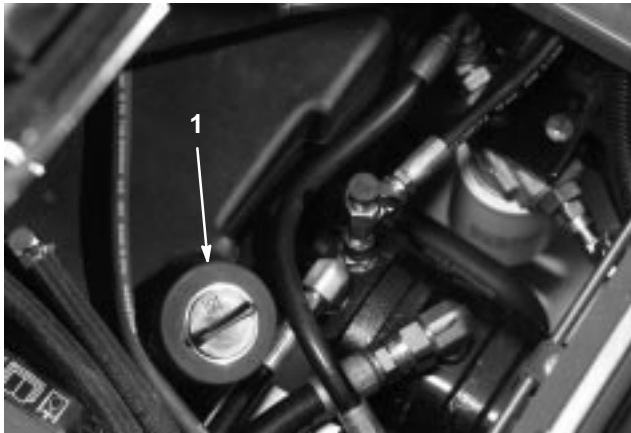

Bild 57
3. Füllen Sie den hydraulischen Behälter (Bild 57) mit ca. 30 l Hydrauliköl; siehe Prüfen des Hydrauliköls, Seite 17).